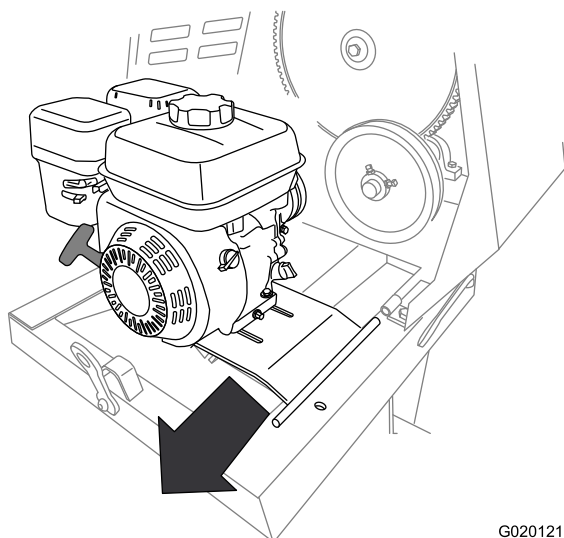

Figura 49
10. Deslice la chapa del motor hacia atrás para retirarla del soporte delantero de la bisagra (Figura 49).
11. Retire el motor y la chapa del motor de la máquina (Figura 49).
2. Alinee el pivote de la chapa del motor con el soporte delantero de la bisagra (Figura 49).
3. Deslice la chapa del motor hacia adelante encajando el pivote en el soporte delantero de la bisagra (Figura 49).
4. Alinee el soporte trasero de la bisagra con el pivote de la bisagra de la chapa del motor (Figura 49).